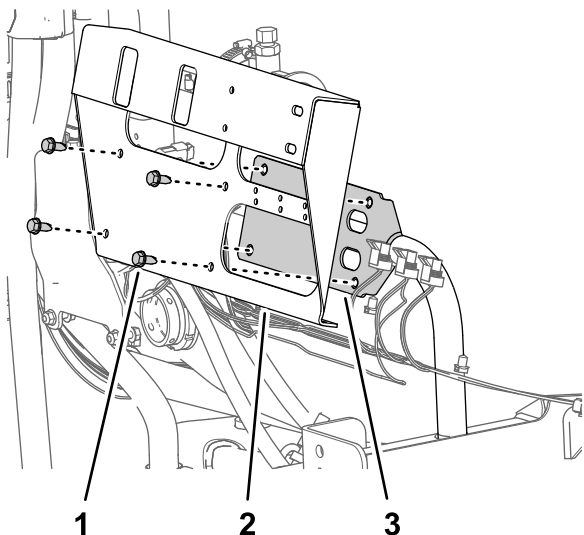

Рисунок 73
- Удалите 4 винта с фланцевыми головками (5/16 x 3/4 дюйма), которые крепят кронштейн клапана секции, из опоры крепления клапана и снимите кронштейн клапана с машины (Рисунок 73).